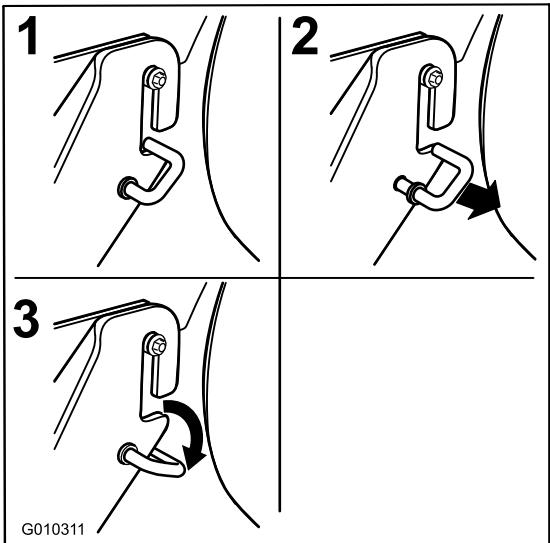

Figure 63
1. Décrochez les crochets en J à ressort de la fente des supports des pattes de fixation arrière de chaque côté du tablier (Figure 63).